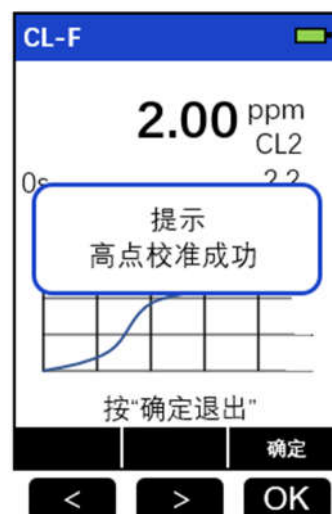

图 16: 高点校准成功
3、根据向左和向上按钮调整输入的高点样品数据，然后按“校准”按钮。请注意：为了获得最佳结果，标准溶液的浓度应小于最大浓度（3.1 支持的比色法列表），且大于最大浓度的一半。例如，要校准总氯，标准溶液浓度应在 1.1 至 2.2 mg/L 之间。仅当输入浓度值在指定范围内时，才会出现校准成功屏幕，如图 16 所示。按 OK 键返回到所选方法屏幕。